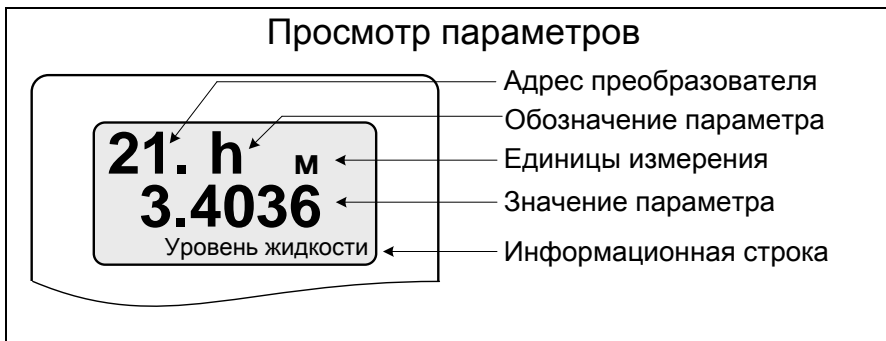

Рисунок 4
3.6.3.1 Просмотр измеренных параметров осуществляется в основном режиме работы сигнализатора – «**рабочем режиме**». В «рабочем режиме» на табло сигнализатора отображается адрес устройства, обозначение, числовое значение и единицы измерения параметра (рисунок 4). Также на табло в рабочем режиме отображается информационная строка, которая расшифровывает обозначение параметра.